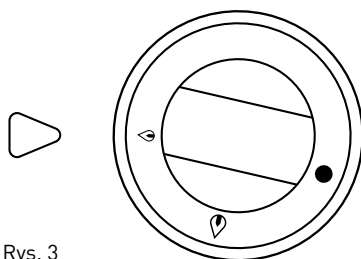

Rys. 1
- Wetknąć wtyczkę kabla urządzenia (silnika) do gniazda sieciowego (rys. 1).